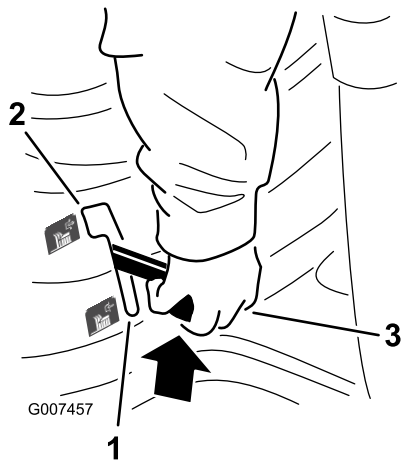

Figura 7
2. Spostare lentamente il comando delle lame (PDF) nella posizione di innesto (Figura 7).
2. Spostate il comando della lama (PDF) nella posizione di disinserimento (Figura 7).